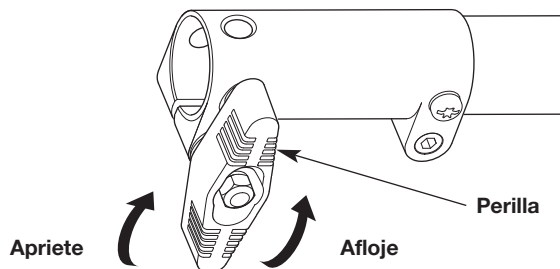

Fig. 3
3. Gire la perilla en el sentido contrario a las agujas del reloj para aflojar el acoplador (Fig. 3).
5. Gire la perilla en el sentido de las agujas del reloj para apretar el acoplador (Fig. 3).
2. Gire la perilla en el sentido contrario a las agujas del reloj para aflojar el acoplador (Fig. 3).